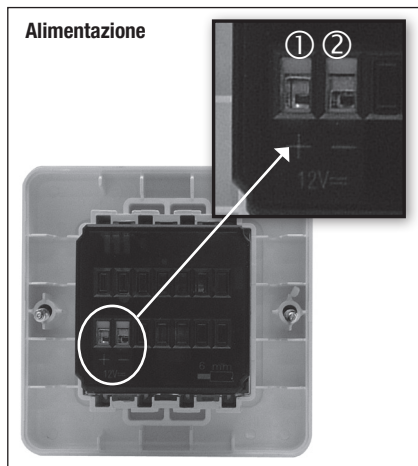

Figura 2
- Variazione ammessa: 10.5Vcc ÷ 15Vcc (vedi figura 2)